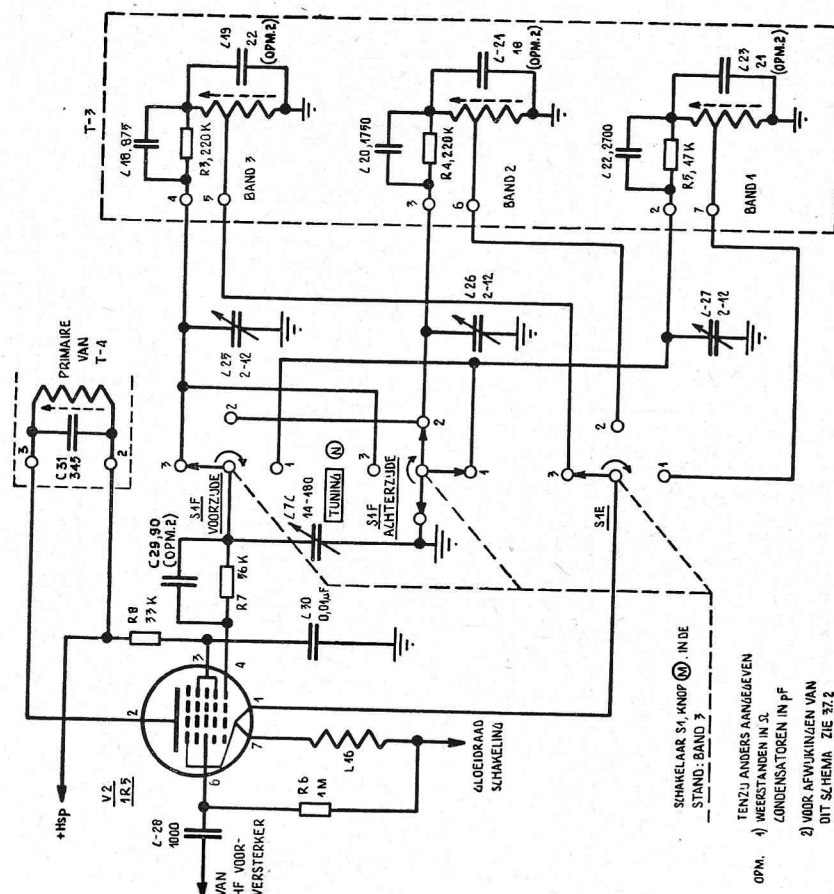

Fig. 20. Oscillator-mengtrap
3.2.4 Oscillator-mengtrap, V2 (zie fig. 20).
Pen 1 van dezelfde buis is geaard via het schakelaardek S1E en een wikkeling van T3. De wikkeling van T3, via welke het circuit voltooid wordt is afhankelijk van de ingeschakelde frequentieband. In de figuur is als voorbeeld band 3 ingeschakeld (vergelijk 3.2.4 en fig. 20).